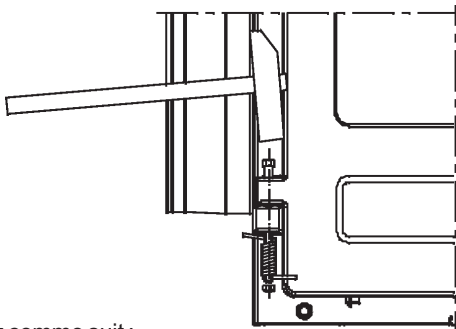

Figure 1
-Fermer la porte, retirer la plinthe avant, retirer l'axe de la charnière inférieure, insérer la vis qui dépasse d'environ 15 mm de la charnière. Fixez le ressort sur la vis et tirez-le à une extrémité pour engager le bord de la porte. Tout en maintenant le ressort en position, appuyez sur la vis et fixez-la avec l'écrou (voir Figure 1).